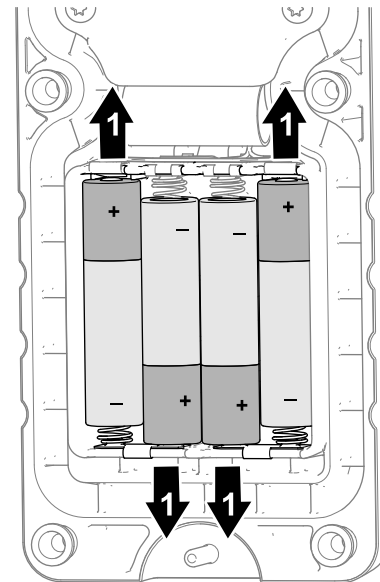

Figura 8
2. Respectând polaritatea bateriilor, după cum este indicat în Figura 8, introduceți bateriile noi în suporturile bornelor.
**Notă:** Pentru a evita deteriorarea suporturilor bornelor la instalarea bateriilor, respectați marcajele adecvate de polaritate (Figura 8) tanate pe compartimentul bateriei. Dacă instalați bateriile în mod incorect, nu vei deteriora maina, dar telecomanda nu va funcționa.